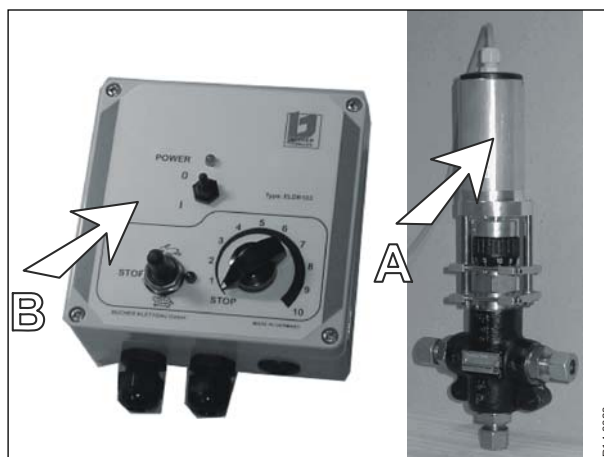

Fig. 3.2
Fig. 3.2 Bundkædehastigheden reguleres fra førersædet af en elektrisk regulering som består af en stepmotor (A), der monteres ovenpå den eksisterende ventil samt en elstyreboks (B).